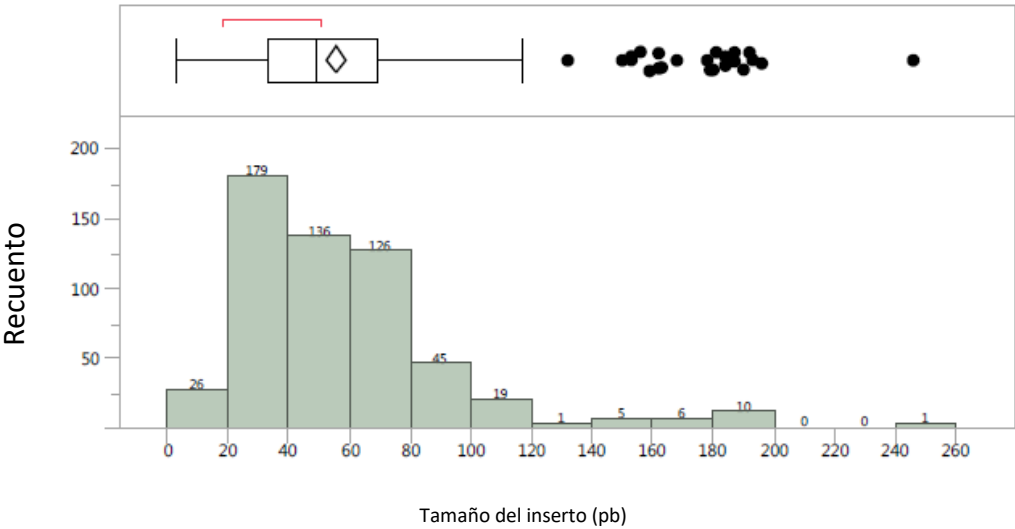

Figura 8: Distribución de tamaños de los insertos de DIT mediante CDx (381 muestras positivas, N de tamaños del inserto = 554, media = 55,6).
FLT3 por DIT: Con población con mutación por DIT, se hace referencia a las muestras que solo contienen mutaciones por DIT según la secuenciación. El 64 % de las 378 muestras de DIT solo presentó una (1) variante de DIT; el resto contenía varias mutaciones por DIT. Los insertos de DIT presentaron tamaños de entre 3 pb y 209 pb. La mayor parte de las muestras con mutaciones por DIT presentaron insertos de un tamaño inferior a 100 pb (>85 %). Treinta y siete (37) de las muestras de DIT presentaron insertos de un tamaño superior o igual a 100 pb. La Figura 8 recoge la distribución de tamaños de las DIT.